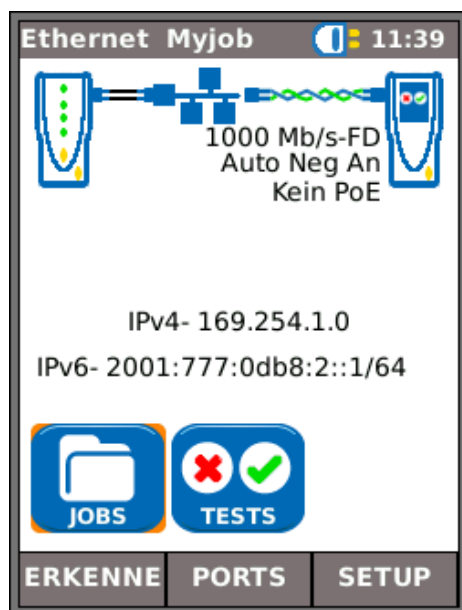

Abb. 10
(3) Bei Anschluss von Display- und Remote-Handgerät über Kupfer- oder Glasfaserkabel an ein aktives Netzwerk: den Softkey ERKENNE (F1) drücken, um alle verfügbaren Optionen aufzurufen (Abb. 10). Daraufhin können IP- und Leistungstests durchgeführt werden. Für eine vollständige Beschreibung dieser Optionen siehe – *Beschreibung des Testmenüs – Ethernet-Modus, Seite 28*.